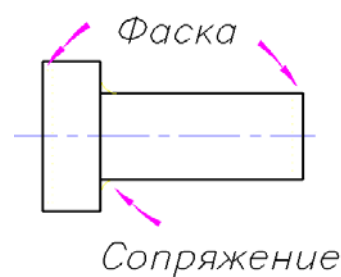

Рис. 4.26
**Шаг 4.** Указать курсором два отрезка, на которых нужно построить фаску (рис. 4.26).